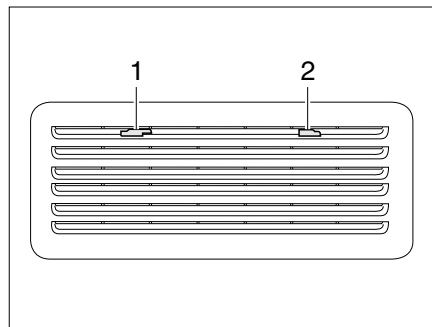
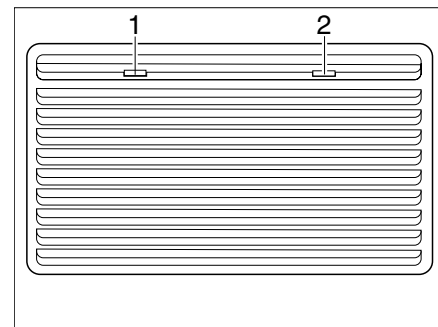

Fig. 132 Grille d'aération du réfrigérateur (Thetford petit)
Fig. 133 Grille d'aération du réfrigérateur (Thetford grand)
- Faire glisser les dispositifs de blocage (Fig. 132,1 et 2 ou Fig. 133,1 et 2) vers le centre.